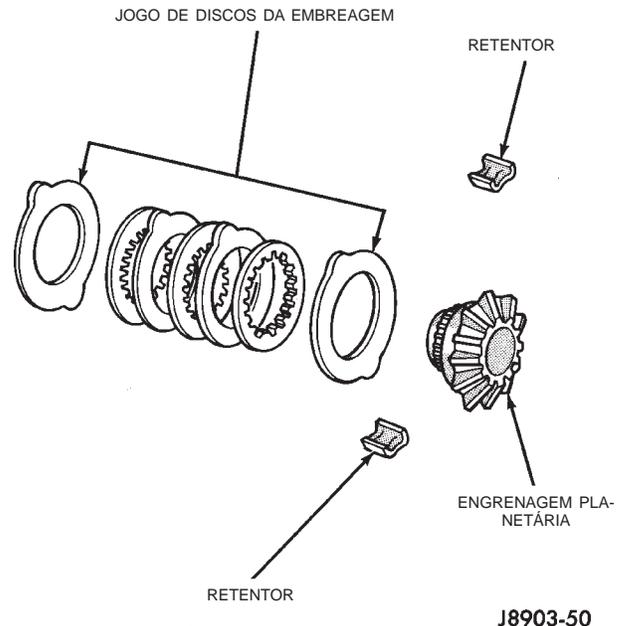
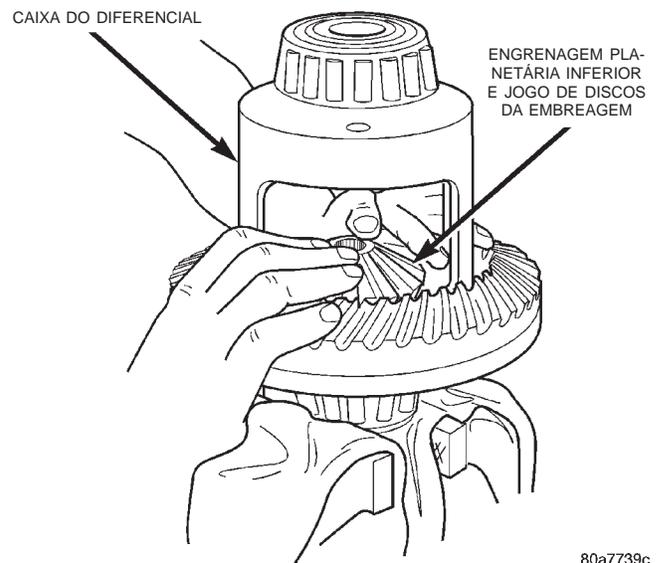
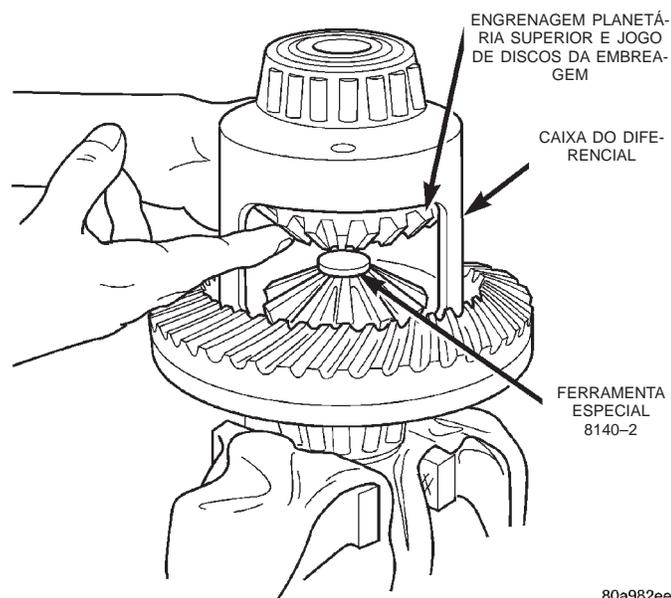

Fig. 51 Jogo de Discos da Embreagem
Fig. 52 Discos da Embreagem e Instalação da Engrenagem Planetária Inferior
Fig. 53 Engrenagem Planetária Superior e Instalação do Jogo de Discos da Embreagem
(1) Monte os discos da embreagem em jogos e prenda os jogos de discos com presilhas de retenção (Fig. 51).
(2) Posicione os jogos de discos da embreagem montados nos cubos da engrenagem planetária.
(3) Instale o jogo de discos da embreagem e a engrenagem planetária na lateral da coroa da caixa do diferencial (Fig. 52). **Certifique-se de que as presilhas de retenção do jogo de discos da embreagem permanecem na posição e que estejam encaixadas nos receptáculos da caixa.**
(4) Posicione a caixa do diferencial na Ferramenta de Suporte da Engrenagem Planetária 8138.
(5) Instale a Placa de Graduação 8140-2 lubrificada na engrenagem planetária inferior (Fig. 53).
(6) Instale a engrenagem planetária superior e o jogo de discos da embreagem (Fig. 53).
(7) Mantenha a montagem na posição. Insira o Adaptador Rosqueado 8140-1 na engrenagem planetária superior.